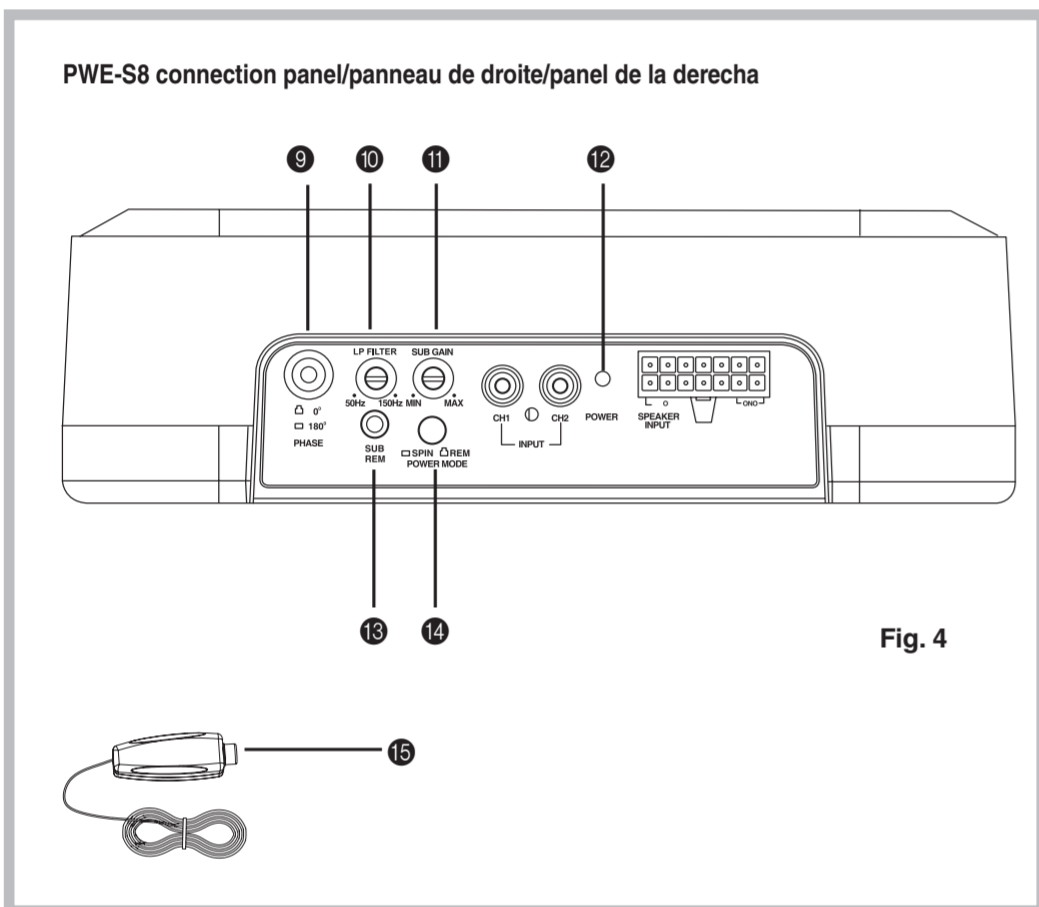

Fig. 4
SWITCH SETTINGS (Fig. 4)
- Please check your head unit for the conditions listed below: (Fig. 4)
- Prière de vérifier les points énumérés ci-dessous concernant l'unité principale: (Fig. 4)